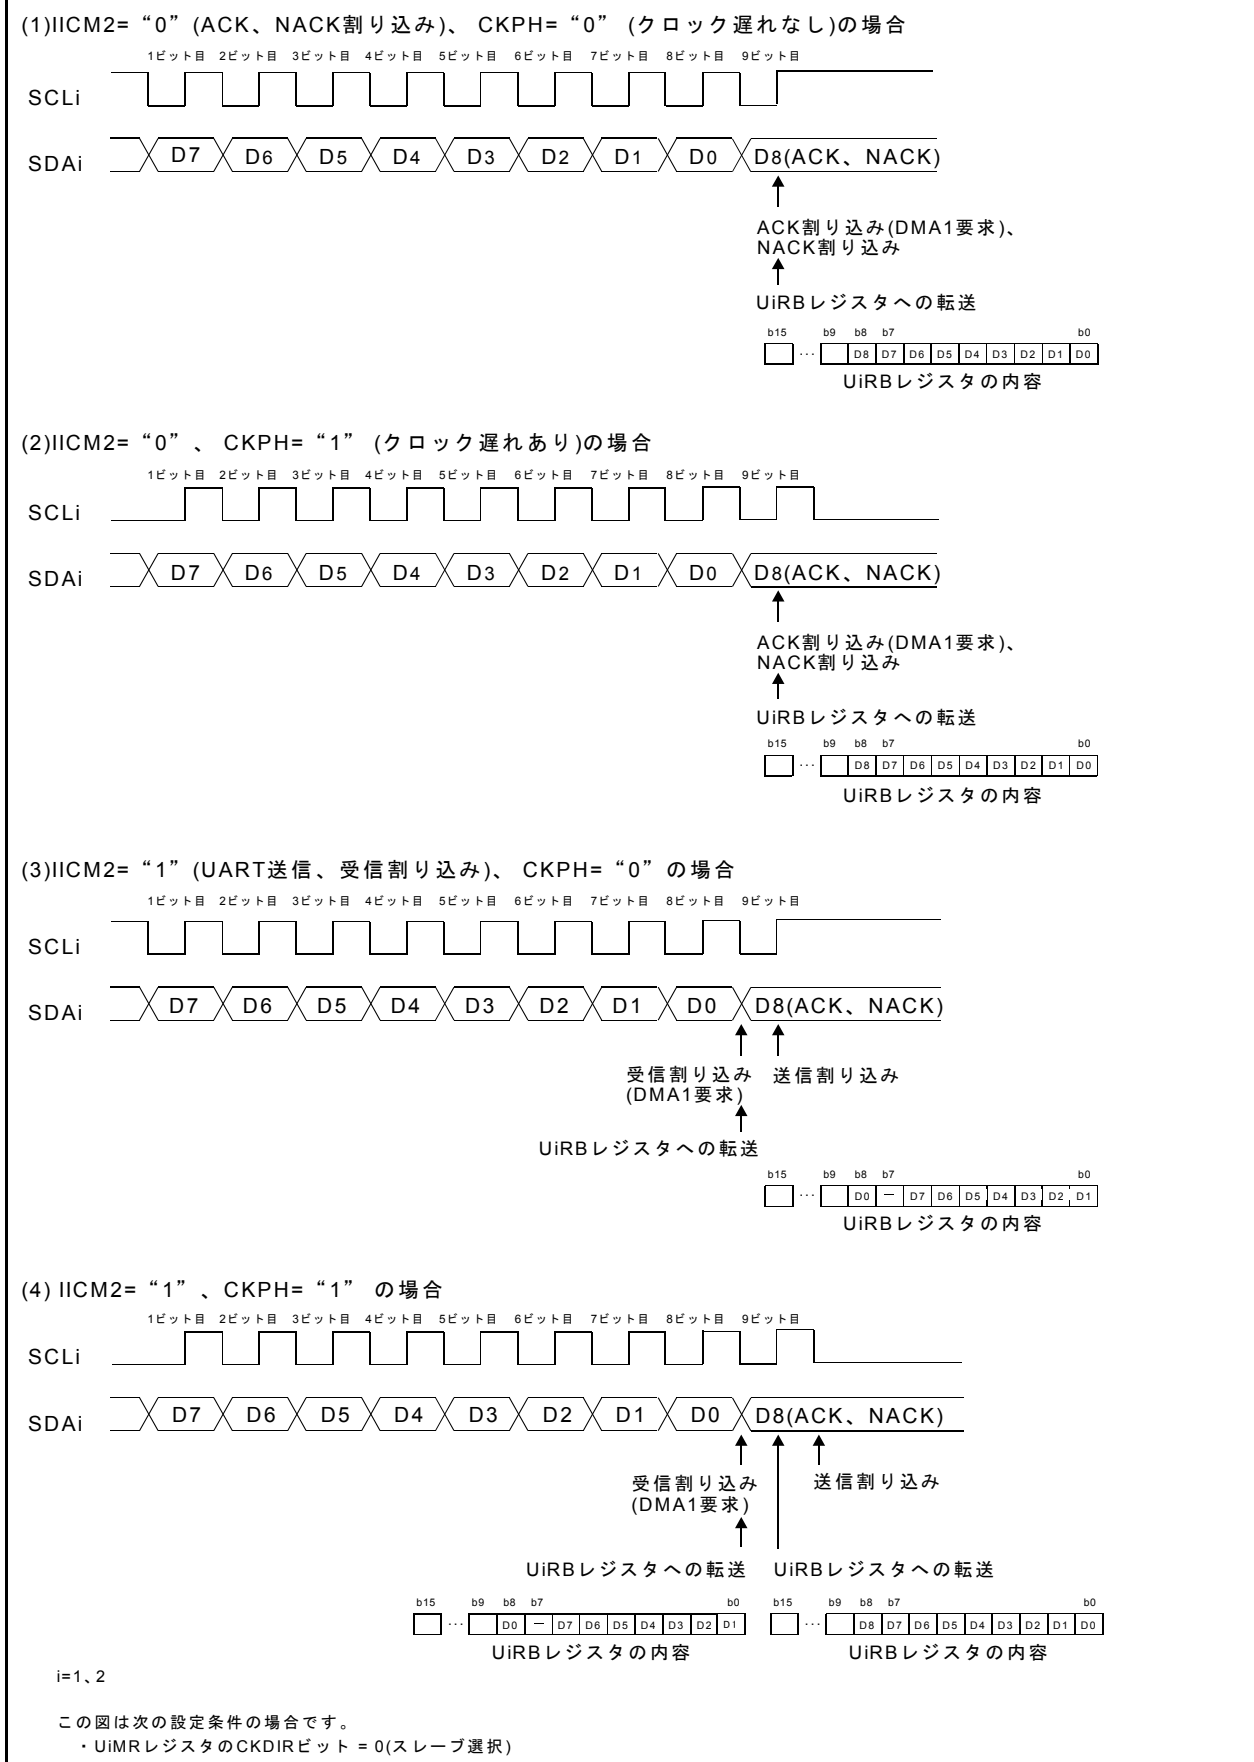

図 13.24 UiRB レジスタへの転送、割り込みのタイミング
- 注4. 「図 13.24 UiRB レジスタへの転送、割り込みのタイミング」参照。
「図13.24 UiRBレジスタへの転送、割り込みのタイミング」に示すような転送クロックで送受信を行います。